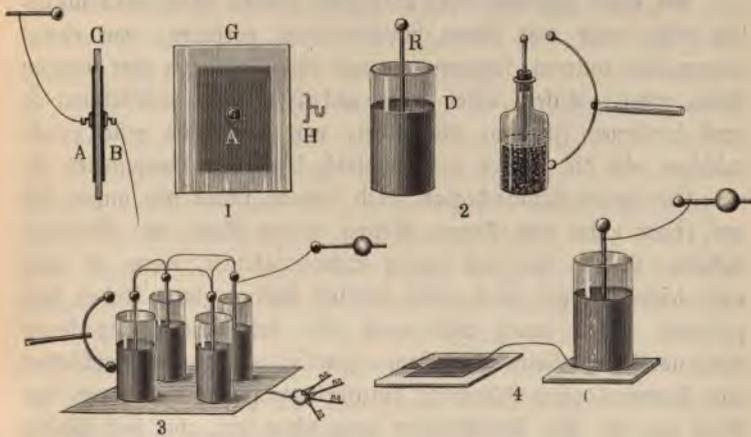

Fig. 120. Franklinsche Tafel und Leydener Flasche.
Elektrisch genommen sind die beiden Zimmer zwei Stanniolplatten *A* und *B* (Fig. 120, Darstellung 1 a. S. 395) und die Scheidewand wird dargestellt durch eine Glasscheibe *G*, die beide Stanniolbeläge voneinander trennt. Die Fliegen sind die Elektrizitätsteilchen, die von der Maschine nach dem Belag *A* herüberfließen. Sie locken auf der anderen Seite aus der Erde, oder, wenn der Belag *B* mit dem Reibzeug verbunden ist, aus diesem, negative Teilchen herbei, die sich, gleich wie die positiven, durch den leitenden Stanniolbelag verteilt, auf der Glasscheibe ansammeln und ihre andersnamigen Kameraden durch ihre Anziehungskraft festhalten. Die Elektrizitäten sind zwar durch die Glasscheibe getrennt, halten sich aber gegenseitig gebunden, so daß eine große Menge von Elektrizität angehäuft und auf den Oberflächen der Glasscheibe gleichsam aufbewahrt werden kann. Könnte man die Glasscheibe plötzlich beseitigen, so würden sich die Elektrizitäten gierig aufeinanderstürzen und sich miteinander ausgleichen. Öffnet man ihnen hierzu einen anderen Weg, etwa indem man durch einen Draht den einen Belag mit dem anderen leitend verbindet, so tritt dieser Ausgleich sofort ein und die von Franklin erfundene elektrische Tafel ist „entladen“, d. h. im ganzen ein unelektrischer Körper geworden. Berührt man dagegen den einen Belag mit der rechten, den anderen mit der linken Hand, so geht der Ausgleich durch unseren Körper vor sich und wir empfinden einen „elektrischen Schlag“, einen schmerzhaften und erschreckenden Ruck, der je nach der Stärke der Ladung oft bis zu den Achseln hinauf fühlbar ist. Die Aufnahmefähigkeit der Franklinschen Tafel und überhaupt aller nach der gleichen Art hergestellten Sammelvorrichtungen wächst mit der Größe ihrer Oberfläche und mit der Dünne der trennenden Schicht, was sehr erklärlich ist, da dann die bindenden Kräfte stärker aufeinander einwirken können.
An sich genommen ist die Franklinsche Tafel für uns der einfachste Sammelapparat, denn es hält weder schwierig, eine passende Glasscheibe zu beschaffen, noch den Stanniolbelag auf ihr zu befestigen, namentlich wenn man nur dünn mit Stärkekleister streicht und alles Überflüssige mit den Daumen nach der Seite her austreibt. Undernfalls plagt entweder der Belag nach kurzer Zeit ab, oder der Kleister, welcher zwischen Stanniol und Glas nur schwer trocknet, gerät in Fäulnis. Man kann die Tafel sowohl aufrecht stellen als legen. In ersterem Falle empfiehlt es sich, ihr Füße aus Holz zu geben und an die Beläge kleine Häkchen mit Schellack zu kitten, um die Zuführungsdrähte bequem einhängen zu können. Darstellung 1, H (Fig. 120) zeigt ein derartiges Häkchen etwa in halber natürlicher Größe. Ein Scheibchen aus sehr dünnem Blech wird an den Rändern etwas umgebogen und mit einem angelöteten oder angenieteten Draighthäkchen versehen. Darauf tropft man auf den Belag etwas Schellack, ebenso auf das Hafenplättchen, dessen Hohlraum mit leicht geknittertem feinem Stanniol oder Goldschaum gefüllt wird, und drückt fest auf. Auf diese Art hat man dann nicht nur eine gute Kittung, sondern auch eine genügende metallische Berührung hergestellt. Liegt die Franklinsche Tafel auf dem Tisch, so bedarf es weiter keiner Vorkehrungen, denn die Leitung des einen Belages mit der Erde ist dadurch von selbst hergestellt, und auf den oberen Belag braucht man nur den Konduktordraht lose aufliegen zu lassen. Unter die Scheibe wird dann noch ein etwa 3 cm breites Stanniolstreifen
Bei einer Leydener oder Kleistschen Flasche kann man natürlich nicht mehr von einem hinteren oder vorderen, von einem oberen oder unteren, sondern nur von einem äußeren oder inneren Belag reden. Unsere Leser sehen auf Fig. 120, Darstellung 2, zwei Leydener Flaschen abgebildet, von denen die erste zweckmäßiger als die andere, aber ungleich schwieriger herzustellen ist.
Viel einfacher und eigentlich ohne Mühe herzustellen ist eine Sammelvorrichtung aus einer Flasche, bei der man von vorn herein gezwungen ist, den inneren Belag durch etwas anderes zu ersetzen. Wasser könnte wohl dazu sehr geeignet sein, wenn es nicht eben — naß wäre und durch seine Dämpfe die Isolation der Glasoberfläche verdürbe. Die besten Resultate gibt dann eine Füllung mit Goldschaum — d. h. zerknitterter unechter Goldfolie — welche die Wandung an vielen Stellen berührt und die Elektrizität vom Stabe her verteilt. Der äußere Belag erleidet keine Veränderung. (Er ist in der Fig. 120, Darstellung 2, fortgelassen.)
Um eine Leydener Flasche zu „entladen“, muß man den äußeren Belag mit dem inneren in leitende Verbindung bringen, wozu eine „Auslader“ genannte Vorrichtung sehr brauchbar ist. Sie besteht aus einem mit zwei Metallkugeln (oder auch Metallknöpfen) versehenen, halbrund gebogenen Draht (Fig. 120, 2), der eine isolierende Handhabe (Siegellackstange) besitzt. Zur Ladung stellt man die Flasche, deren äußerer Belag dadurch mit der Erde verbunden ist, auf den Tisch und legt einen Draht oder eine Kette von dem Knopf nach dem Konduktor herüber. Die Entladung erfolgt so, daß man zuerst den einen Knopf des Ausladers an den äußeren Belag bringt und dann den anderen dem Knopf der Flasche nähert. In einiger Entfernung wird ein heller, knallender e überspringen.
Für viele Zwecke ist es sehr wünschenswert, eine Einrichtung zu besitzen, mit der man die Stärke der Ladung abschätzen kann. Die Franklinsche Tafel ist in der Art, wie wir sie zuletzt beschrieben, recht wohl für den Zweck geeignet (Fig. 120, 4). Man legt sie flach auf den Tisch und verbindet ihren oberen Belag mit dem äußeren der Leydener Flasche, die man dabei auf eine isolierende Glasplatte stellt. Geht nun positive Elektrizität auf den inneren Belag über, so wird entsprechend viel negative Ladung das Bestreben haben, aus der Erde auf den äußeren Belag zu eilen. Man sieht aber leicht, daß dies nur über die Franklinsche Tafel geschehen kann, wo sie sich an kleinen, zwischen dem Stanniolstreifen und dem oberen Belag entstehenden Funken verrät. Zählt man daher die Funken, so hat man damit auch eine Vorstellung von der Größe der Ladung gewonnen. Vor allem kann man aber immer wieder dieselbe Ladungsstärke erhalten, bezüglich sie mit anderen vergleichen.
**Batterien aus Leydener Flaschen.** Oft reicht eine Flasche allein, falls sie nicht unförmig groß ist, für die beabsichtigte Wirkung nicht aus und man muß dann mehrere von ihnen zu Batterien zusammensetzen (Fig. 120, 3). Ein Blatt Stanniol oder Silberpapier wird auf den Tisch gelegt und dient den Flaschen als leitende Unterlage. Sie macht gleichsam aus allen äußeren Belägen eine einzige Fläche. Ebenso werden alle inneren Beläge durch ungewickelte Drähte verbunden. Haben die Kugeln oben Löcher, so ist es besser, wie es auch die Abbildung darstellt, die Drähte in sie einzuführen, da so alle Spitzen, aus denen Elektrizität entströmen könnte, vermieden wird. Bei der Ladung eine der Flaschen in Verbindung zu setzen. Daß die Unterlage, welche ausliegt, noch besonders mit Holz bedeckt ist, ist unbedingt nötig. Immerhin